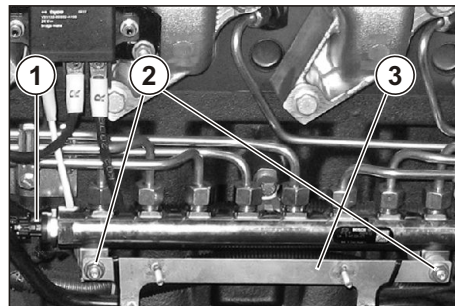

Рис. 20. Снятие рампы.
3.19. Снятие рампы. (см. Рис. 20)